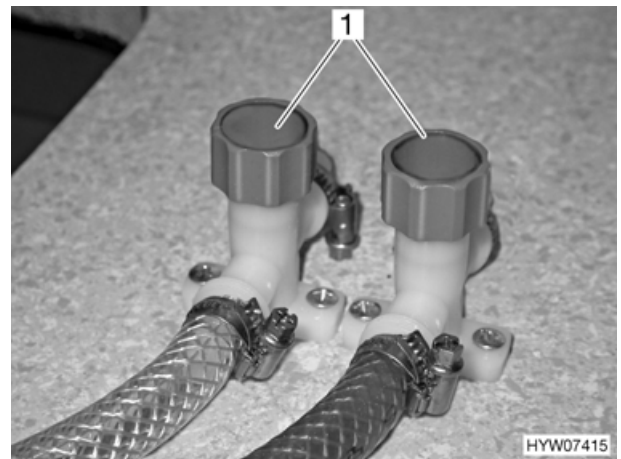

Bild 88 Ablassventile
- Ablassventile für Kaltwasser schließen: Die Ventilkappen (Bild 88,1) im Uhrzeigersinn zudrehen. Der Einbauort der Ablassventile ist in der Tabelle "Lage der Ablassventile" am Ende dieses Kapitels aufgelistet.
- Die Ventilkappen (Bild 88,1) entgegen dem Uhrzeigersinn aufdrehen.